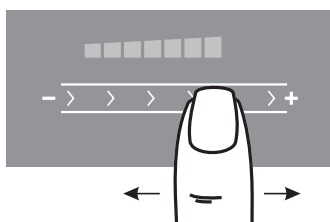

Рис.13
2. Выбор необходимого уровня мощности производится перемещением пальца по специальной поверхности ④ - «скользящая кнопка» (рис. 13). Когда уровень мощности меняется, звучит сигнал, а в окне выбранной конфорки отображается мощность от «0» до «9» и «Р». «Р» - усиленная мощность (BOOSTER).
1. Работающую конфорку касанием зоны ② перевести в режим управления.
2. Перемещая палец по поверхности ④ - «скользящая кнопка» измените режим нагрева конфорки (рис. 13).